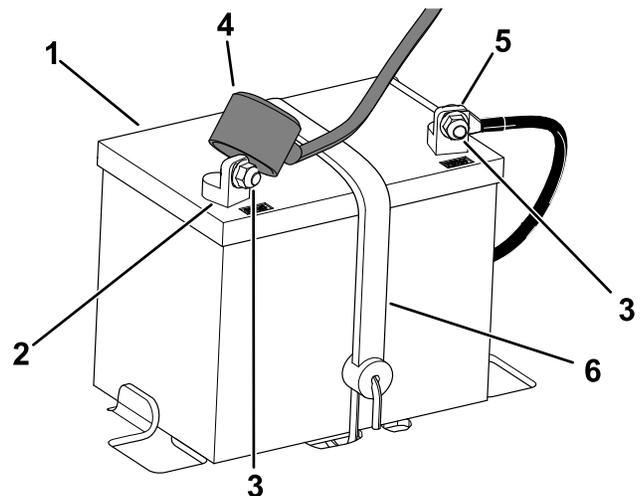

図 41
- バッテリー端子から、マイナス黒アース側ケーブルを外す 図 41。
- バッテリー端子から、プラス赤ケーブルを外す 図 41。
- バッテリー押さえ 図 41を外して、トレイからバッテリーを取り出す。
1. バッテリーをトレイに載せる **図 41**。
5. バッテリー押さえを使ってバッテリーを固定する **図 41**。